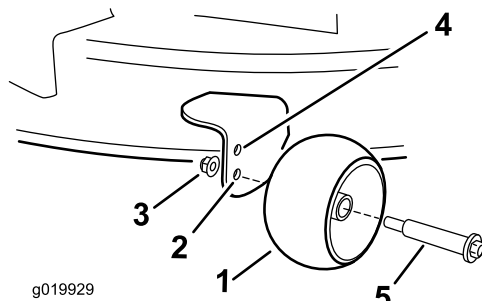

Figure 22
- Trou supérieur – utilisez cette position avec le plateau de coupe à une hauteur de coupe de 63 mm ou moins (Figure 22).
- Trou inférieur – utilisez cette position avec le plateau de coupe à une hauteur de coupe de 76 mm ou plus (Figure 22).